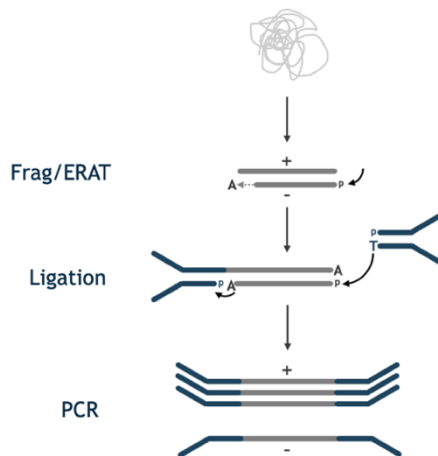

Figura 1: Descripción del flujo de trabajo del SOPHiA GENETICS™ Dx Universal Library Prep.
SOPHiA GENETICS™ Dx Universal Library Prep contiene todas las enzimas y los tampones asociados, así como las placas de índice y los adaptadores de unión necesarios para realizar el flujo de trabajo del usuario desde el ADN extraído hasta un banco de genoma completo no enriquecido, apto para el enriquecimiento y la secuenciación (**Figura 1**).
1. Fragmentación, reparación de extremos y formación de picos con colas A: fragmentación enzimática del ADN y preparación de los extremos del ADN para la unión de adaptadores (Frag/ERAT en la **Figura 1**).
2. Unión de Stubby Adapter o SOPHiA GENETICS™ CUMIN Adapters (abreviados como CUMIN™ Adapters): unión de Stubby Adapters o CUMIN™ Adapters a fragmentos de ADN para prepararlos para su indexación y amplificación (unión en la **Figura 1**).
3. Indexación y amplificación: amplificación de los fragmentos de ADN unidos al adaptador con cebadores de PCR con código de barras para preparar el ADN para la secuenciación (PCR en la **Figura 1**).